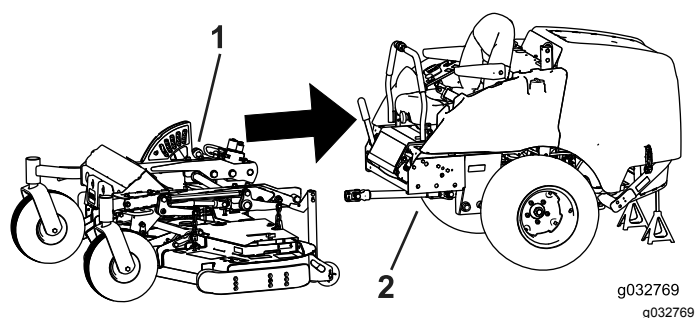

Figura 119
1. Alinhe a estrutura de verão com a estrutura da máquina e role-a para trás (Figura 119).